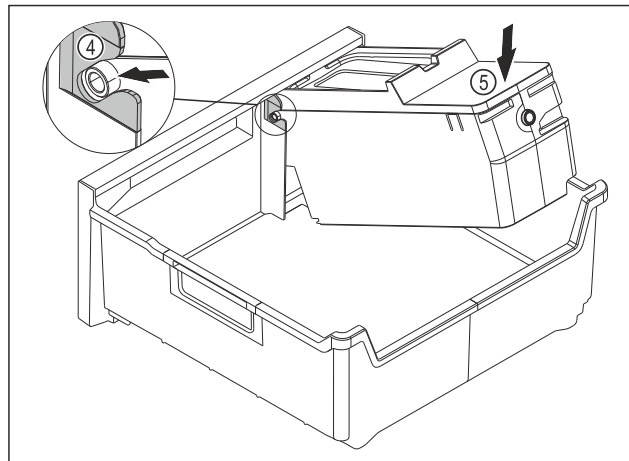

Fig. 192
- Monter le corps de l'EasyTwist-Ice : Insérer les axes du corps de l'EasyTwist-Ice dans les guides Fig. 192 (4).
- Appuyer l'arrière du corps de l'EasyTwist-Ice Fig. 192 (5) vers le bas.